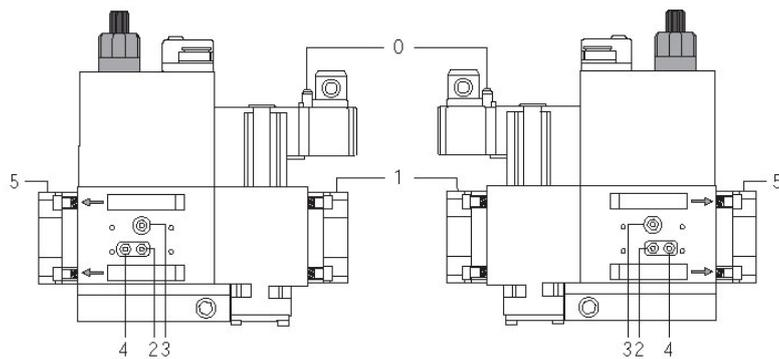
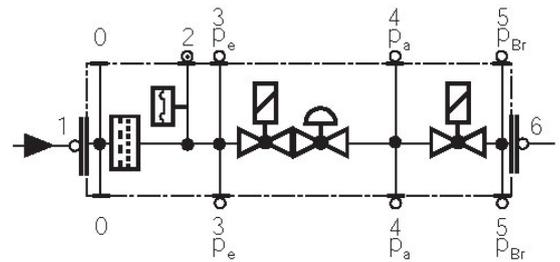

Fig. 28
Fig. 29
- Pulire o sostituire il filtro se la differenza di pressione fra i punti 1 e 2 (Fig. 28-Fig. 29)  $\Delta p > 10$  mbar.